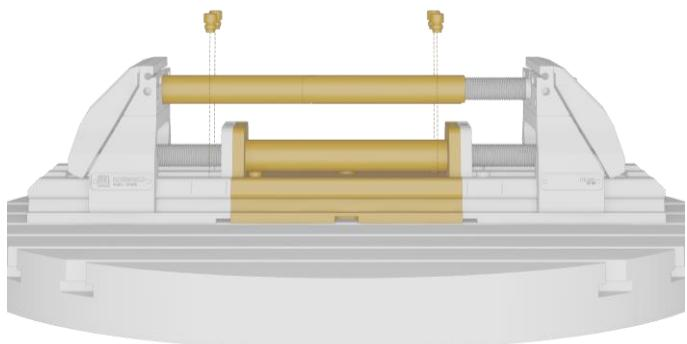

Abb. 46: Verbindungsbolzen fixieren
- 6.) Schrauben der Verbindungsbolzen am Spanner und in der Unterteilverlängerung (20 Nm) handfest anziehen, zwischen Spanner und Unterteilverlängerung darf sich kein Spalt befinden (siehe Abb. 46)